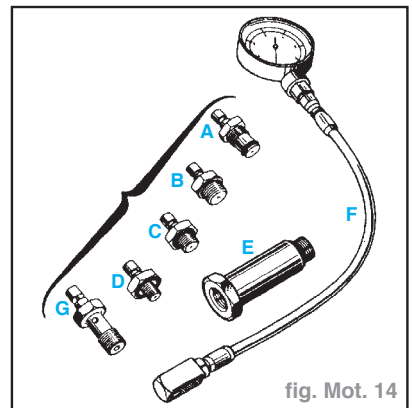

fig. Mot. 14
- Utiliser le coffret **Mot. 836-05** (fig. Mot. 14).